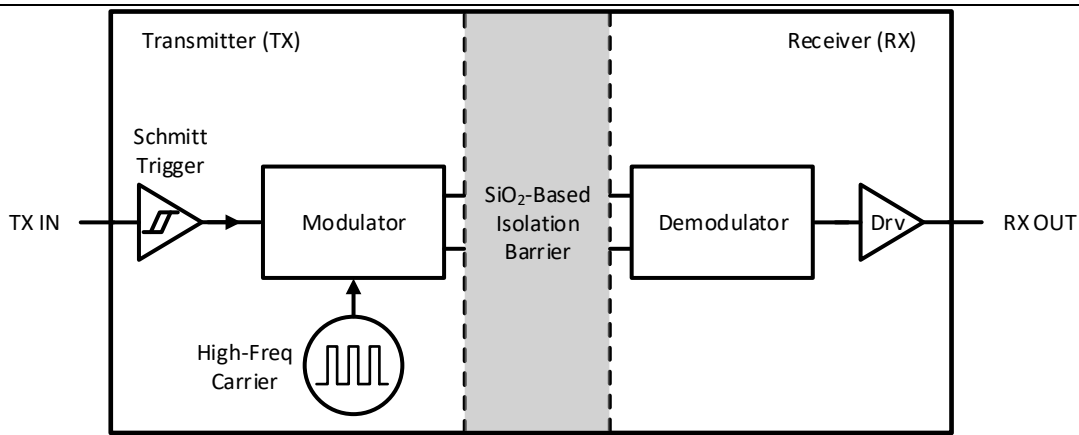
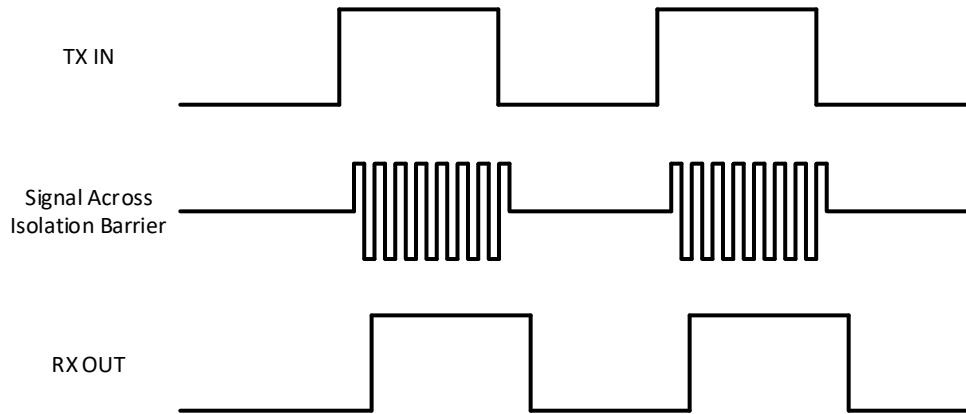

图 9-2 隔离通道的框图
图 9-3 OOK 调制方案的工作波形示意图
CA-IS1300B25G-Q1 器件使用简单的开关键控 (OOK) 调制方案在基于二氧化硅的隔离层之间传输信号。该隔离层支持高低压域之间高达 5 kVRMS 的电气隔离。隔离通道的框图如图 9-2 所示。如图 9-3 所示, 当数字位流为高电平时, 发射机 (TX) 通过高频载波对其进行调制, 当数字位流为低电平时则不调制。接收机 (RX) 解调通过隔离层的信号并将其准确地恢复成数字位流。隔离通道采用全差分电容耦合架构, 对共模瞬态噪声不敏感, 因此可以最大化 CMTI 性能。该结构和相关电路同时提供低辐射和高磁场抗扰度。